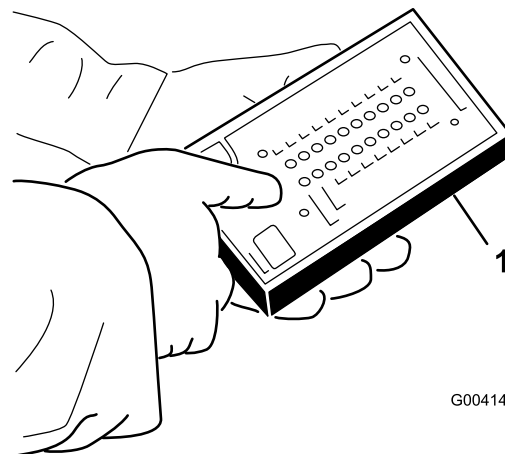

Figure 37
5. Branchez le connecteur de l'affichage de diagnostic ACE au connecteur du faisceau de câblage (Figure 37).